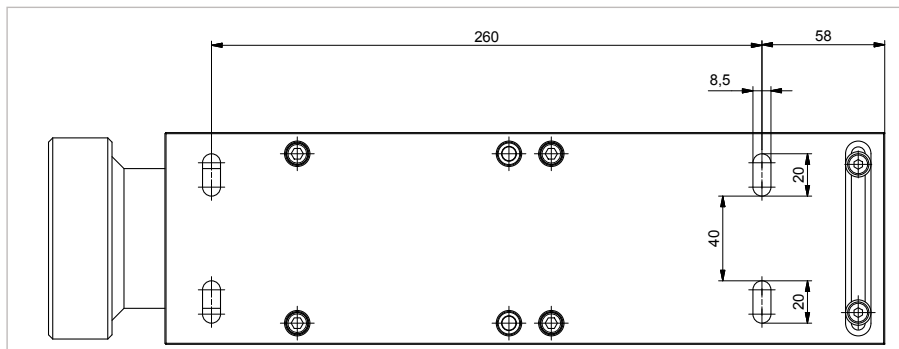

Figure 2
- ▶ Fixer le support de fixation au distributeur à la station-service par les trous de montage (*Figure 2*).